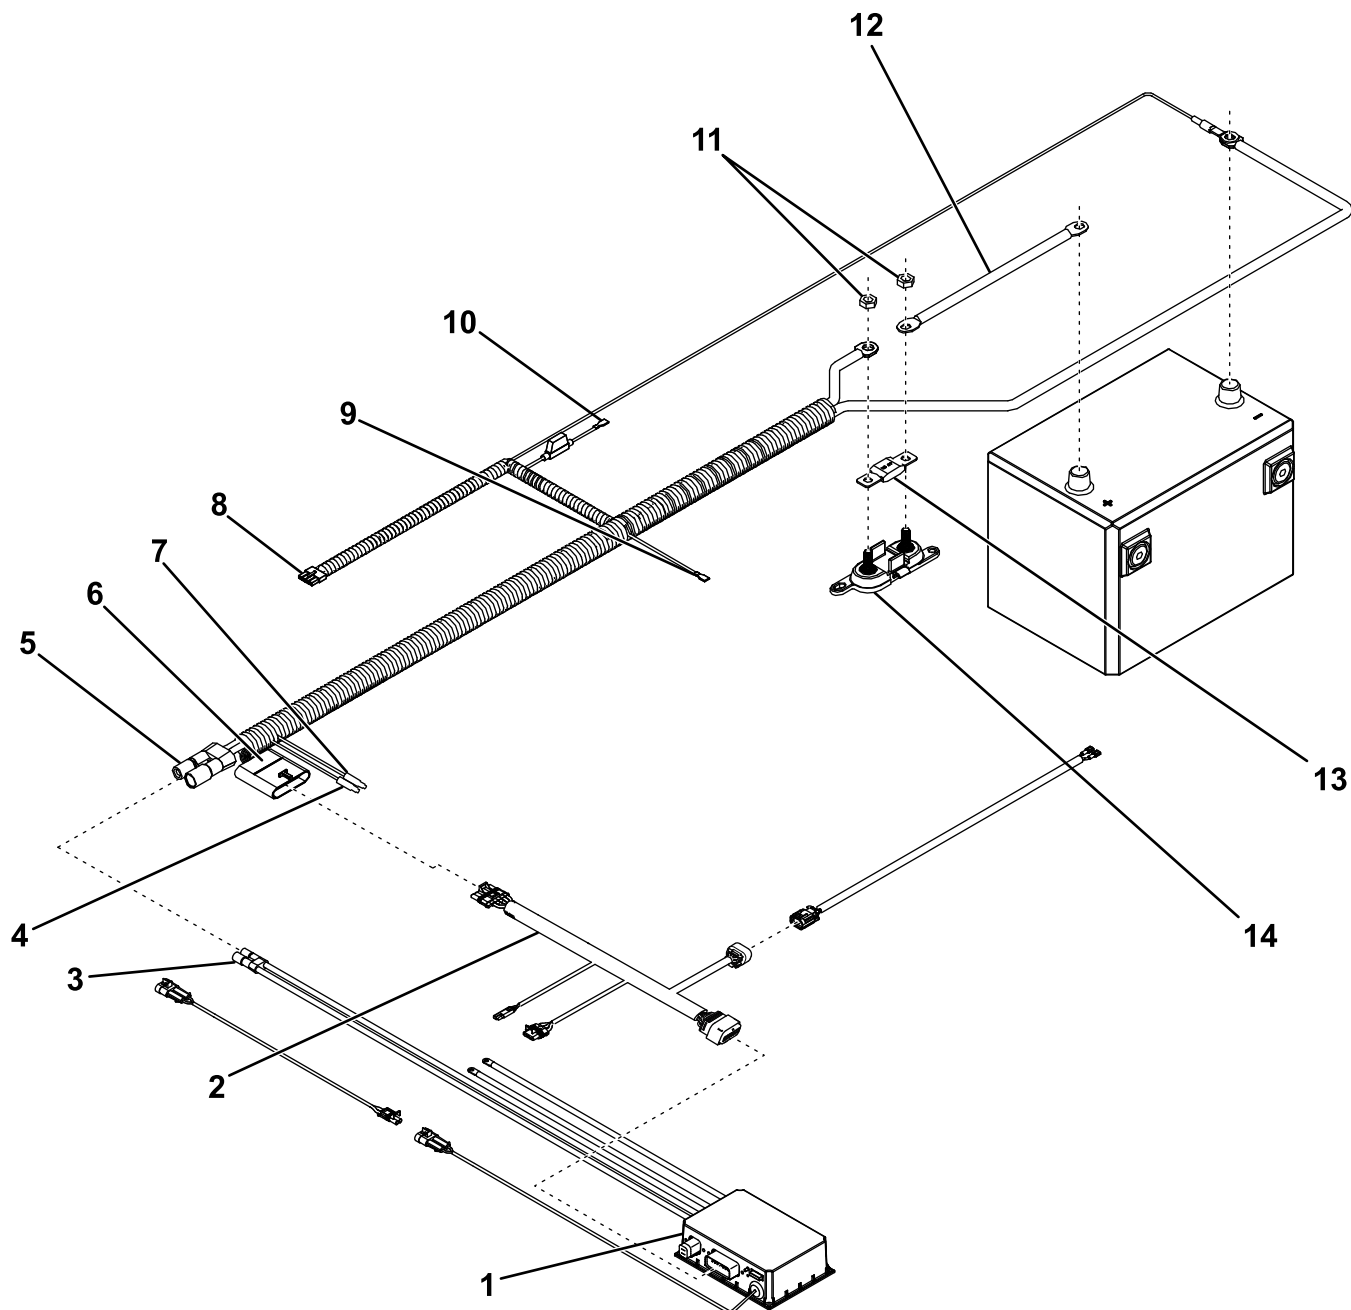

图3
1. 使用扎带将车辆侧的电源/地线和主线束连接器固定在后缓冲器中心附近（图3）。
5. 将红色电源/接地电线连接至保险丝盒（图3）。
6. 将电源线连接至保险丝盒的另一端（图3）。
8. 将电源线连接至正极（+）电池电极（图3）。
9. 将带有串联保险丝的红色扁平接头连接至车辆的键控保险丝源（图3）。
10. 将不带串联保险丝的红色扁平接头连接至中心高位安装的停车灯保险丝（如提供）（图3）。
11. 使用快速对接接头将白色插塞接头连接至后尾灯地线（图3）。
12. 使用快速对接接头将棕色插塞接头连接至后行车灯电线（图3）。
14. 将黑色电源线/接地线和控制器接地线连接至负极（-）电池电极（图3）。